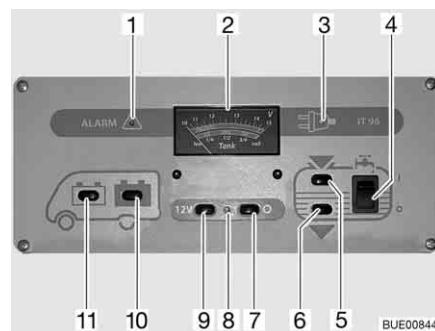

Fig. 171 Panel IT 96-2
El interruptor principal de 12 V (Fig. 171,7 y 9) conecta y desconecta el panel y la alimentación de 12 V del habitáculo.
Conectar: ■ Pulsar el interruptor (Fig. 171,9) "12 V": La alimentación de 12 V del habitáculo está conectada. La luz de control (Fig. 171,8) se enciende de color verde.
Desconectar: ■ Pulsar el interruptor (Fig. 171,7) "O": La alimentación de 12 V del habitáculo está desconectada. La luz de control (Fig. 171,8) se apaga.
Observar la escala superior del instrumento indicador V/depósito (Fig. 171,2). El instrumento indicador se ilumina automáticamente al accionar el interruptor.
- Pulsar el interruptor (Fig. 171,11) "": Indica la tensión de la batería del motor de arranque.
- Pulsar el interruptor (Fig. 171,10) "": Indica la tensión de la batería del habitáculo.
Observar la escala inferior del instrumento indicador V/depósito (Fig. 171,2). El instrumento indicador se ilumina automáticamente al accionar el interruptor.
- Pulsar el interruptor (Fig. 171,5) "": Indica la cantidad de agua.
- Pulsar el interruptor (Fig. 171,6) "": Indica la cantidad de aguas residuales.
- Pulsar el interruptor basculante (Fig. 171,4) por arriba "I": El suministro de agua está conectado.
- Pulsar el interruptor basculante (Fig. 171,4) por abajo "O": El suministro de agua está desconectado.
La luz roja de "ALARMA" (Fig. 171,1) parpadea en cuanto la tensión de la batería del habitáculo baja de 11 V (medición durante el servicio) y hay peligro de descarga completa.
Se enciende la luz de control de 12 V (Fig. 171,8) cuando se conecta el interruptor principal de 12 V (Fig. 171,9).
Se enciende la luz de control de 230 V (Fig. 171,3) amarilla cuando hay tensión de red en la entrada del bloque eléctrico.